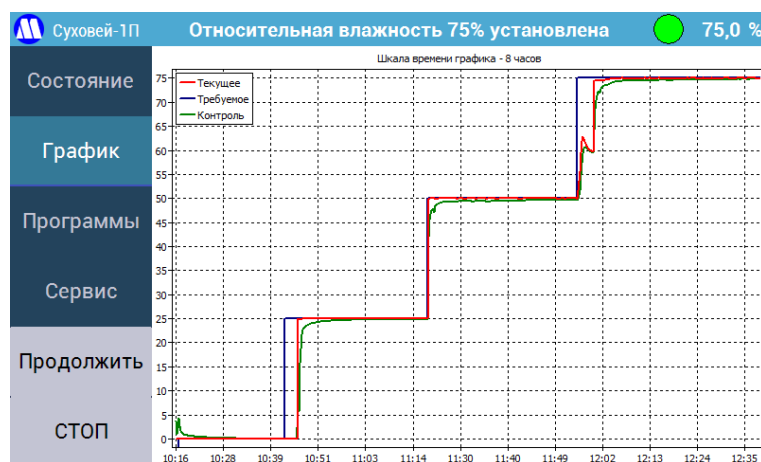

Рисунок 25 – Процесс установки нескольких значений относительной влажности на графике.
8.2.9. Процесс изменения относительной влажности в измерительной камере можно наблюдать в графической форме, нажав на кнопку «График» в основном меню. В этом режиме на дисплее в графической форме выводятся графики зависимости требуемого (синий), заданного (красный) и измеренного контрольным датчиком (зеленый) значений относительной влажности от времени (см. Рисунок 25). Переключить масштаб графиков по оси X можно, либо нажимая на область графиков (по возрастанию), либо нажимая на кнопку «График» (по убыванию), либо в меню «Настройки отображения» - см. п.7.2.10.1). Перерисовка графика в соответствии с новой шкалой произойдет при очередном опросе генератора (обычно не более 2 секунд). Масштаб графиков по оси Y выбирается автоматически.
8.2.13. В процессе перехода между требуемыми значениями относительной влажности, показания генератора могут меняться нелинейно (см. Рисунок 25 – переход от точки 50% к точке 75%). Это нормально и происходит из-за того, что сначала происходит установка температуры конденсационной камеры (с допустимым перерегулированием), затем установка требуемого давления в насытителе.